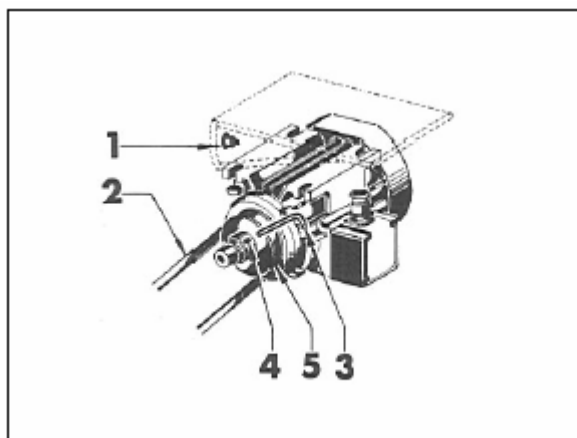

Рис. 3
**Примечание.** Кондиционер MEC 150 W оборудован двумя независимыми вентиляторными секциями, что позволяет осуществить выброс воздуха в двух направлениях. Электромоторы вентиляторов оборудованы шкивами переменного диаметра, позволяющими изменять скорость вращения вентиляторов на 30%. Для изменения скорости вращения необходимо выполнить следующие операции (Рис. 3).
- Ослабьте гайки (1), крепящие электромотор к станине.
- Снимите приводной ремень (2).
- Ослабьте фиксатор (4) с помощью специального ключа (3) и поверните подвижную часть шкива (5) так, чтобы добиться нужного диаметра шкива; затем затяните фиксатор (4).